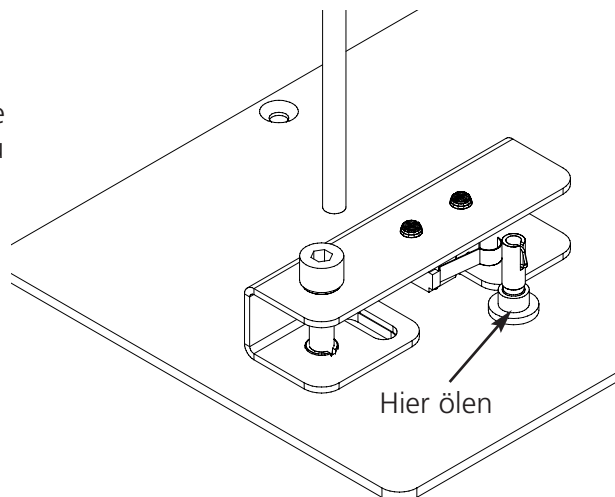

Abbildung 3-23
2. Heben Sie die Behinderung auf und ölen die Antriebswelle (siehe Abb. 3-23).